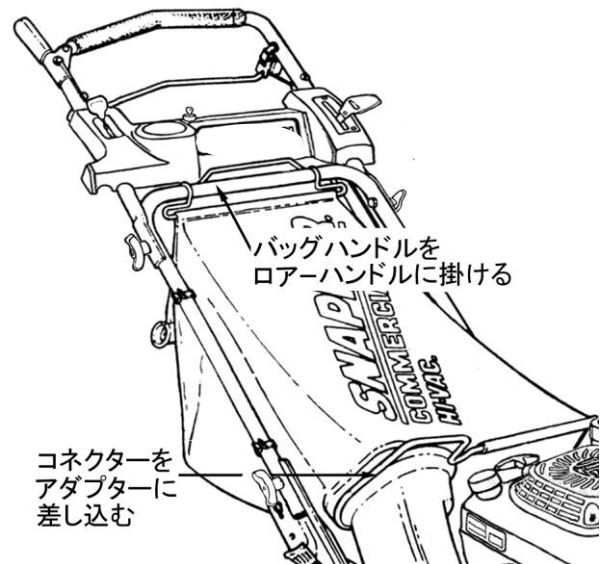

図 3-13
1. コネクタをアダプタのフランジに差し込んでから、バッグの後部フックをローアハンドルに掛けます。（図 3-13）